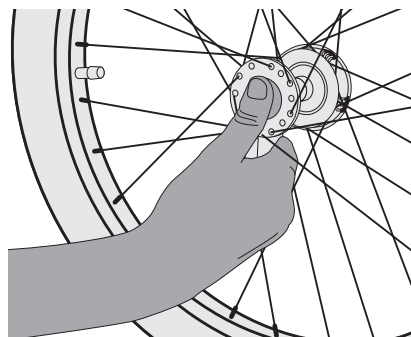

Figure 6
1. Appuyez sur le bouton en caoutchouc situé à l'extérieur du moyeu de roue (Figure 6).